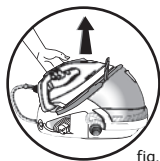

fig. 1
- Verrouillage - fig.1
- Saisissez le fer par la poignée pour transporter votre centrale vapeur - fig. 1